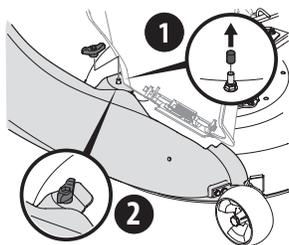

Figura 18
2. Fije el maletero a la plataforma con la perilla de aletas (720-04122) del paquete de herrajes 689-00636. Consulte la Figura 18.
NOTA: Si la hubiera, retire la cubierta protectora de la clavija de montaje en la plataforma de corte como se muestra en el recuadro superior de la Figura 18.